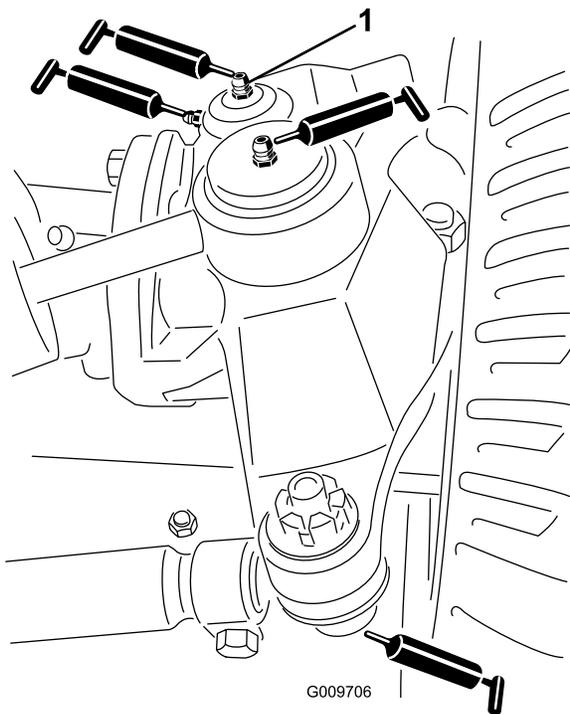

Figura 37
- Giunti a sfera del cilindro di sterzo (2) come illustrato nella Figura 37
- Giunti a sfera del tirante (2) come illustrato nella Figura 37
- Boccole del perno del fuso a snodo (2) come illustrato nella Figura 37